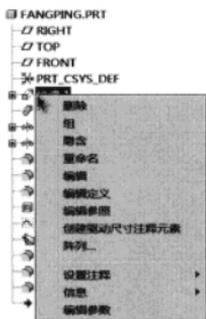

图 1-31 右键菜单
(1) 更改瓶身的尺寸。在模型树中选中构成瓶身的拉伸特征，单击右键，弹出右键菜单，见图 1-31。选择【编辑】菜单，绘图区中出现瓶身尺寸，见图 1-32，双击尺寸即可更改。将尺寸 100 改为 200，单击  按钮重新计算模型，结果见图 1-33。